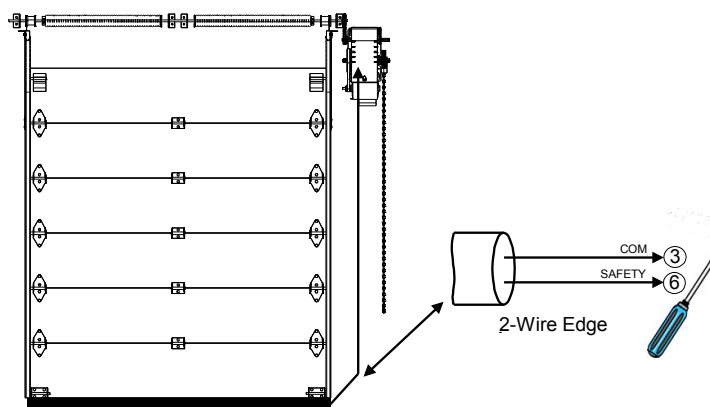

Figure 21 - Barre palpeuse électrique
3. Utiliser un ré-enrouleur de câble pour brancher les fils de la barre palpeuse aux terminaux de l'opérateur. Effectuer le branchement électrique tel qu'indiqué à la Figure 21.